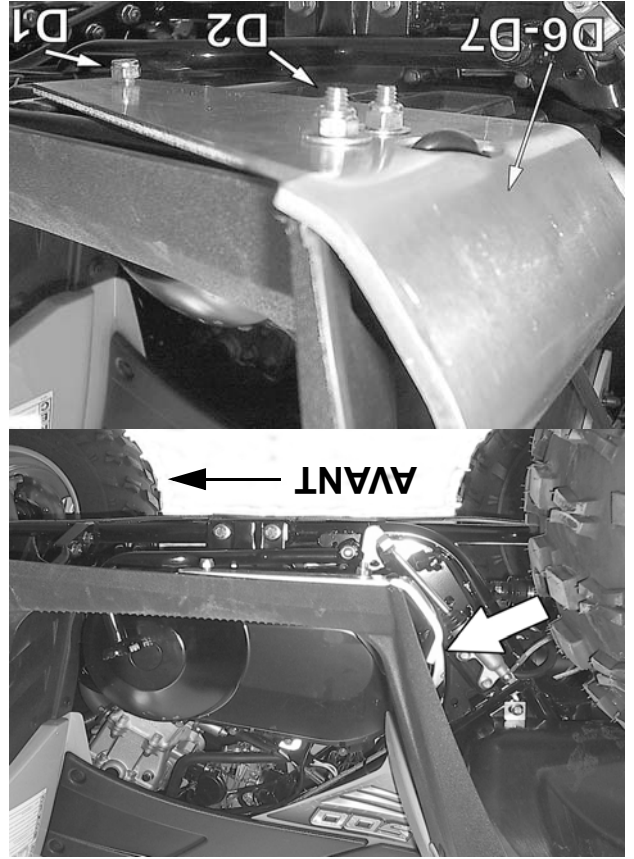

Fig. 22
4. Installer les protecteurs de marche-pied (D6-D7). Utiliser la boulonnerie fournie: le boulon en U (D2) avec les rondelles (D3) et les écrous (D4), et le boulon M8 (D1) avec l'écrou (D5). Voir la Fig. 22